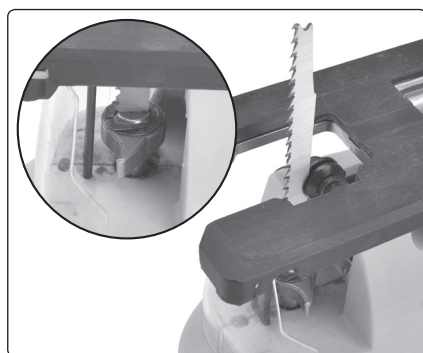

Abb. 6b
- Lösen Sie danach den Sägeblattspannhebel und prüfen Sie durch Ziehen am Sägeblatt, dass dieses ordnungsgemäß gespannt ist. Ist dem nicht so, versuchen Sie das Sägeblatt ohne Ankippen vom Spannhebel einzudrücken, dadurch müsste das Sägeblatt im Spannsystem hörbar einrasten. Kommt dies nicht zustande, muss der Vorgang wiederholt werden, bis das Sägeblatt wirklich fest eingespannt ist. Ein richtig gespanntes Sägeblatt ist auf der Abb. 6b dargestellt.